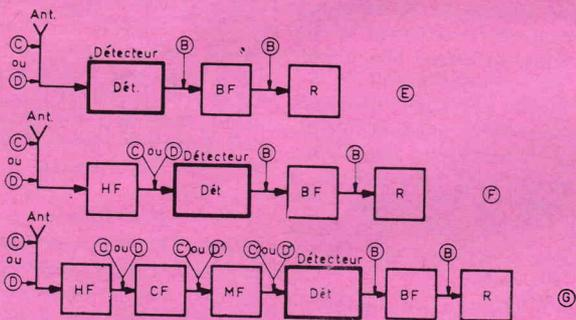

FIG. 3
La composition essentielle d'un récepteur peut être l'une de celles indiquées par la figure 3, mais il en existe d'autres, les récepteurs indiqués étant les plus répandus actuellement, surtout celui représenté en G.
Passons au récepteur représenté en (F) figure 3. Il ne diffère du précédent que par l'amplificateur HF placé avant le détecteur et, tout comme celui de l'émetteur, amplifiant le signal fourni par l'antenne avant que celui-ci soit appliqué au détecteur.
Avant de passer au récepteur (G) figure 3, qui est un récepteur dit « à changement de fréquence », ou encore « superhétérodyne », donnons encore quelques détails sur la forme des signaux.
Dans ce montage (G) figure 3, on retrouve encore l'antenne et l'amplificateur HF du montage précédent, avec les signaux (C) ou (D) à la fréquence  $f_h$ . Le circuit suivant n'est pas le détecteur mais un circuit CF nommé changeur de fréquence qui, recevant un signal HF à la fréquence élevée  $f_h$  donne à la sortie un signal également à HF dit moyenne fréquence ou fréquence intermédiaire MF ou FI, en abrégé, qui est modulé de la même manière que le signal HF d'entrée.
Revenons au récepteur G figure 3.
Le montage de ces deux variantes comprend un transformateur T qui transmet au détecteur le signal à la fréquence  $f_h$  (montages E et F figure 3) ou le signal à la fréquence  $f_m$  (montage changeur de fréquence, G fig. 3).